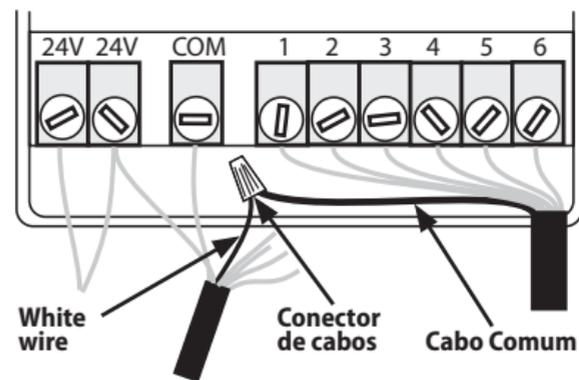

Figura 9
3. Ligue o cabo ou cabos que desligou do terminal "COM" ao fio Branco do cabo da SMRT-Y, utilizando uma cápsula de ligação (consultar a Figura 9).